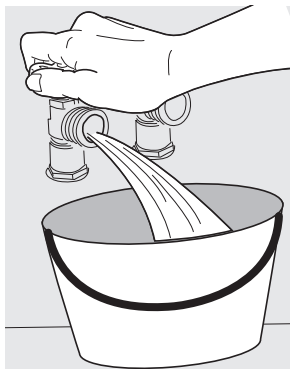

Fig. 1
1. Faites couler l'eau des robinets d'eau chaude et froide pour rincer les conduites d'eau et éliminer les particules susceptibles d'obstruer les crépines du robinet d'eau, et pour déterminer quels sont les robinets d'eau chaude et d'eau froide. (Fig. 1).